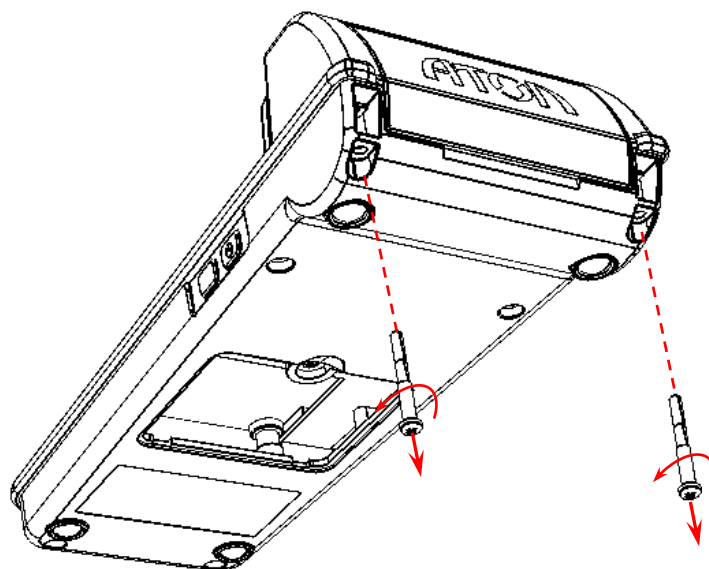

Рисунок 18. Демонтаж корпуса (открутить винты в нижней части корпуса)
5.2. Затем открутить два винта, расположенные в нижней части корпуса (см. рисунок 18).